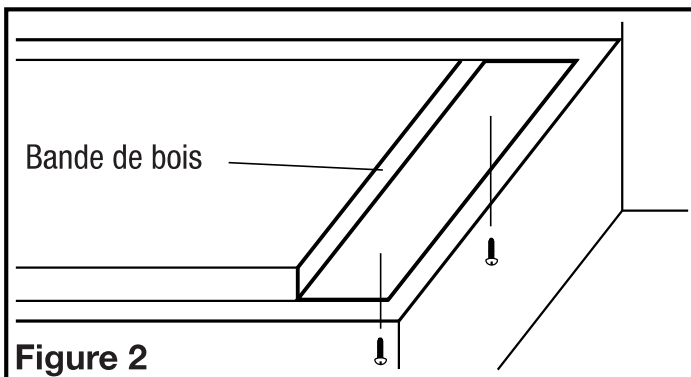

Figure 2
1. Pour installer la hotte sous des armoires dont la base est en retrait, il faut d'abord installer des bandes de fixation en bois (non comprises) afin que la hotte soit fixée convenablement (**Figure 2**).